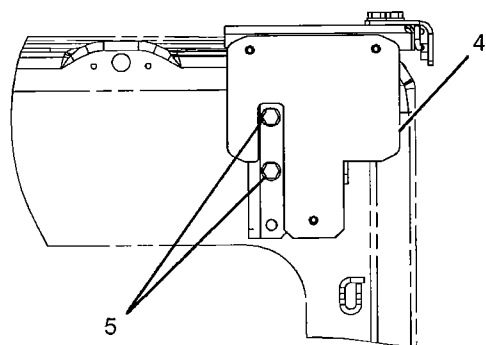

Ilustración 255
- b. Vuelva a instalar el soporte (4) con los pernos (5) que se encuentran en los dos agujeros superiores del soporte. Consulte la ilustración 255.